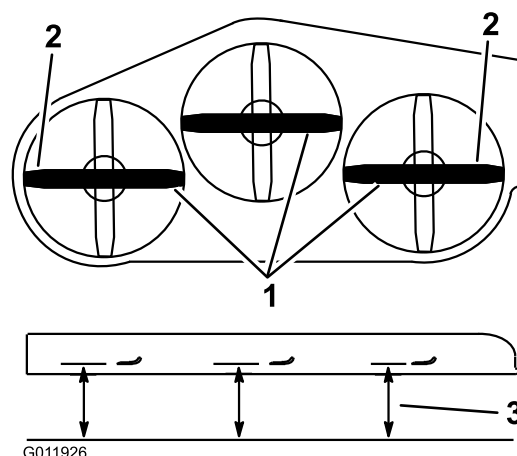

Figura 12
3. Gire cuidadosamente la(s) cuchilla(s) colocándola(s) perpendicularmente al sentido de avance de la máquina, y mida entre los filos de corte exteriores y la superficie plana (Figura 12).